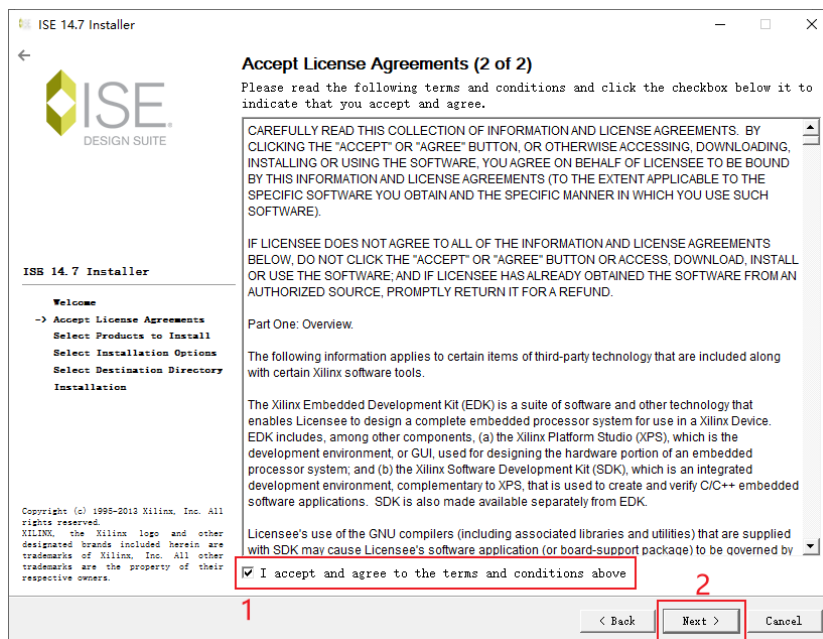

图 1-5 同意安装许可协议 2
5) 继续点击红框中的勾选框并点击“Next>”，如图 1-5 所示。